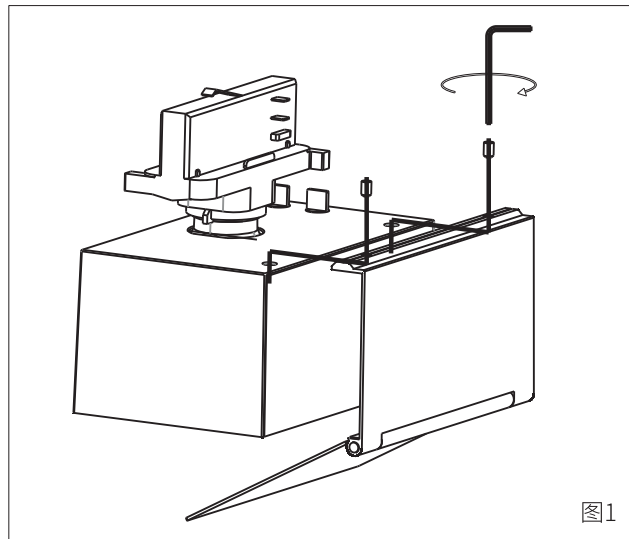

图1
- 3.灯具不附带遮光叶片模组,需单独购买,自行安装,如图1所示;